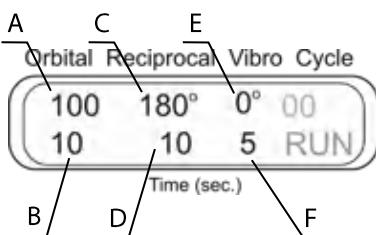

Рис. 8
6.9.3. **3D-орбитальное + 3D-покачивание + Пауза** (рис. 8.). Установите скорость (**A**, 1-100 об/мин) и время (**B**, 1-250 с) 3D-орбитального движения. Установите угол поворота (**C**, 0-360°) и время (**D**, 1-250 с) 3D-покачивания. Установите угол поворота 3D-вибродвижения на ноль (**E**). Установите время 3D-вибродвижения (**F**, 1-5 с) – продолжительность паузы.